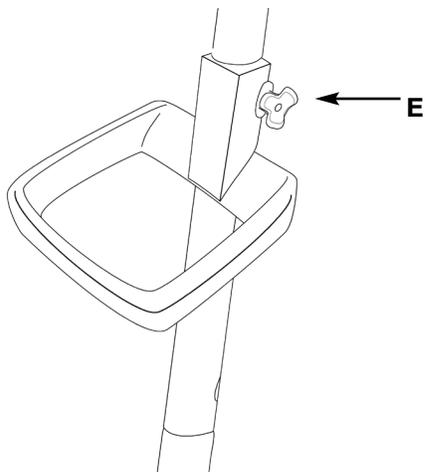

Figure 4
- Desserrez la poignée réglable et ajustez-la afin qu'elle soit d'une longueur optimale, puis serrez le boulon illustré à la figure 4 (ajustez au besoin pour chacun des utilisateurs).